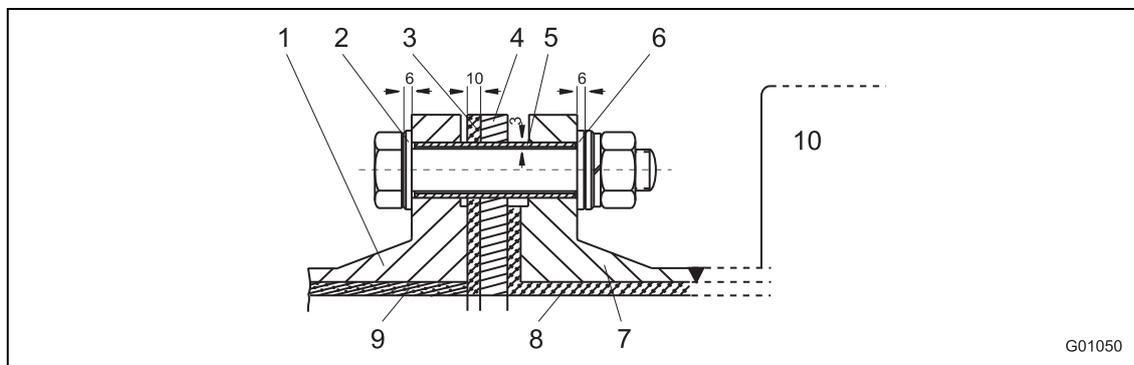
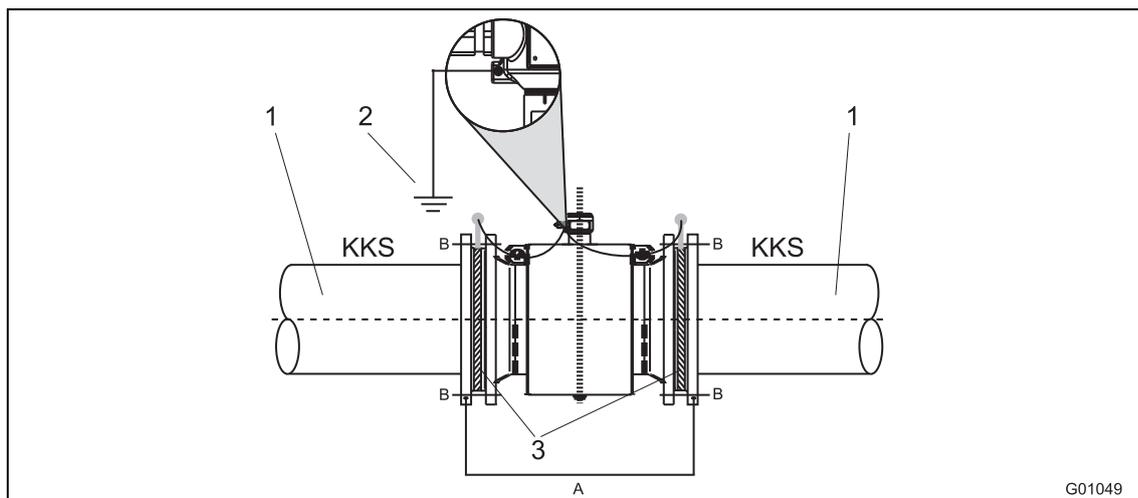

Abb. 30: Ansicht Bolzenschrauben
Abb. 31: Messwertaufnehmer mit Erdungsscheibe und Funktionserde
- Bei innen isoliert ausgekleideten fremdstromfreien Rohren sollte der IDM mit Erdungsscheiben vor und hinter dem IDM isoliert in der Rohrleitung eingebaut werden. Das KKS-Potenzial wird umgeleitet. Die Erdungsscheiben vor und hinter dem IDM liegen auf Funktionserde-Potenzial (Abb. 30 / Abb. 31).